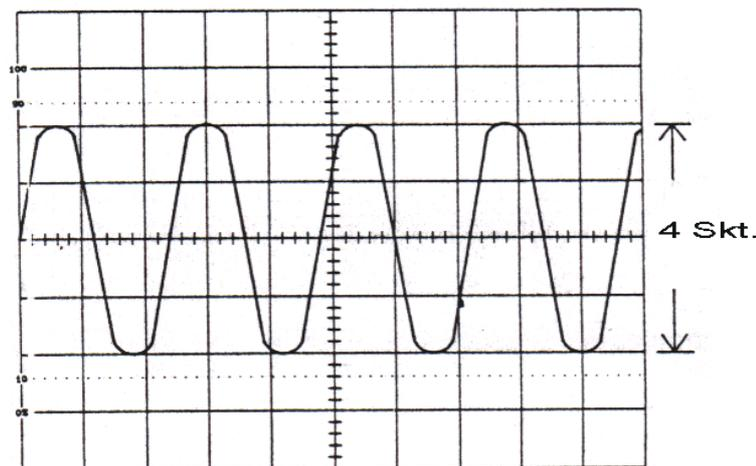

Abb. 3-1: Messung der Spitze-Spitze-Spannung
2. Zeitbasisregler (22) TIME/DIV auf einen Bereich einstellen, der die Darstellung mehrerer Perioden eines Signals am Bildschirm ermöglicht. Mit dem Amplitudenregler VOLTS/DIV das dargestellte Signal auf maximale Amplitude am Bildschirm abgleichen.
3. Mit dem jeweiligen vertikalen Lageregler (17) oder (18) POSITION Signal in vertikaler Richtung mittig am Bildschirm plazieren und dann die negative Spitze des Signals auf eine horizontale Rasterlinie legen (siehe Abb. 3-1).
4. Mit dem horizontalen Lageregler (26) POSITION positive Spitze einer der dargestellten Perioden auf die vertikale Mittenlinie des Rasters legen. Jede Skalenmarkierung auf der vertikalen Mittenlinie entspricht einem Skalenfaktor von 0,2 Sektionen.
5. Anzahl der Sektionen von der negativen Spitze des Signals bis zur positiven Spitze des Signals zählen. Zum Erhalt der Spitze-Spitze-Spannung die ermittelte Anzahl von Sektionen mit der Empfindlichkeitseinstellung des Amplitudenreglers multiplizieren. Befindet sich der Amplitudenregler z. B. in Stellung 2 V/Skt., so würde die Spitze-Spitze-Spannung für das in Abb. 3-1 gezeigte Beispiel 8 V betragen ($4 \text{ Skt} \times 2 \text{ V} = 8 \text{ V}$).
7. Bei Messung eines Sinus-Signals mit einer Frequenz von unter 100 Hz oder eines Rechteckimpulses mit einer Frequenz von 1 kHz oder darunter, entsprechenden Kopplungsschalter (11) oder (12) in Stellung DC schieben.